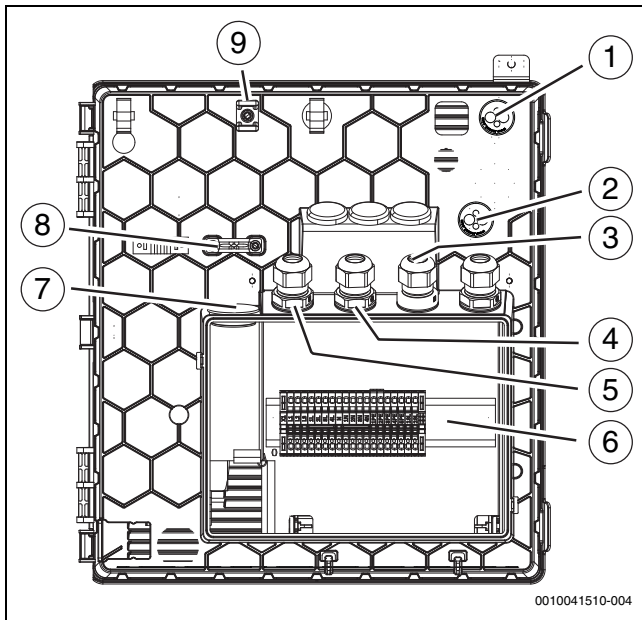

Bild 38 Kabeldurchführungen zum Klemmenkasten
Bei Kabeldurchführungen (→Abbildung 38 [1], [2], [7]) genügt ein kleiner Einstich in die Membran, dann können die Leitungen durchgeschoben werden.
- ▶ Nach dem Einföhren der Kabel die Kabelverschraubungen festziehen (→Abbildung 38 [3], [4], [5]).
- ▶ Die festgelegten Befestigungspunkte [9] für die Befestigung der durch die Einföhungen geföhrteten Kabel verwenden (→Abbildung 38 [1], [2]).